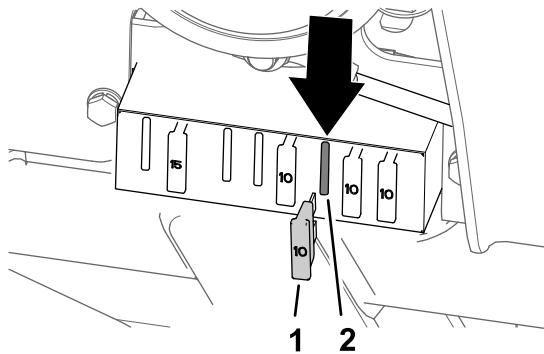

Figura 17
2. Retire o fusível de 10 A da ranhura no bloco de fusíveis localizada na 3^a posição a contar da direita (Figura 17).
3. Insira um fusível de 10 A na ranhura no bloco de fusíveis localizada na 3^a posição a contar da direita (Figura 17).